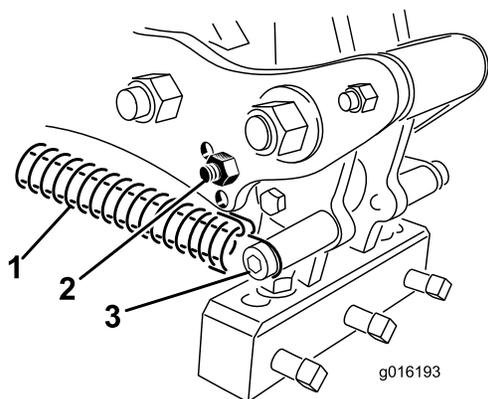

Figure 36
3. Décrochez le ressort de la tête d'aération (Figure 36).
- Retirez le boulon d'amortisseur et l'amortisseur du bras de liaison et replacez-les dans l'autre trou de réglage (Figure 36).